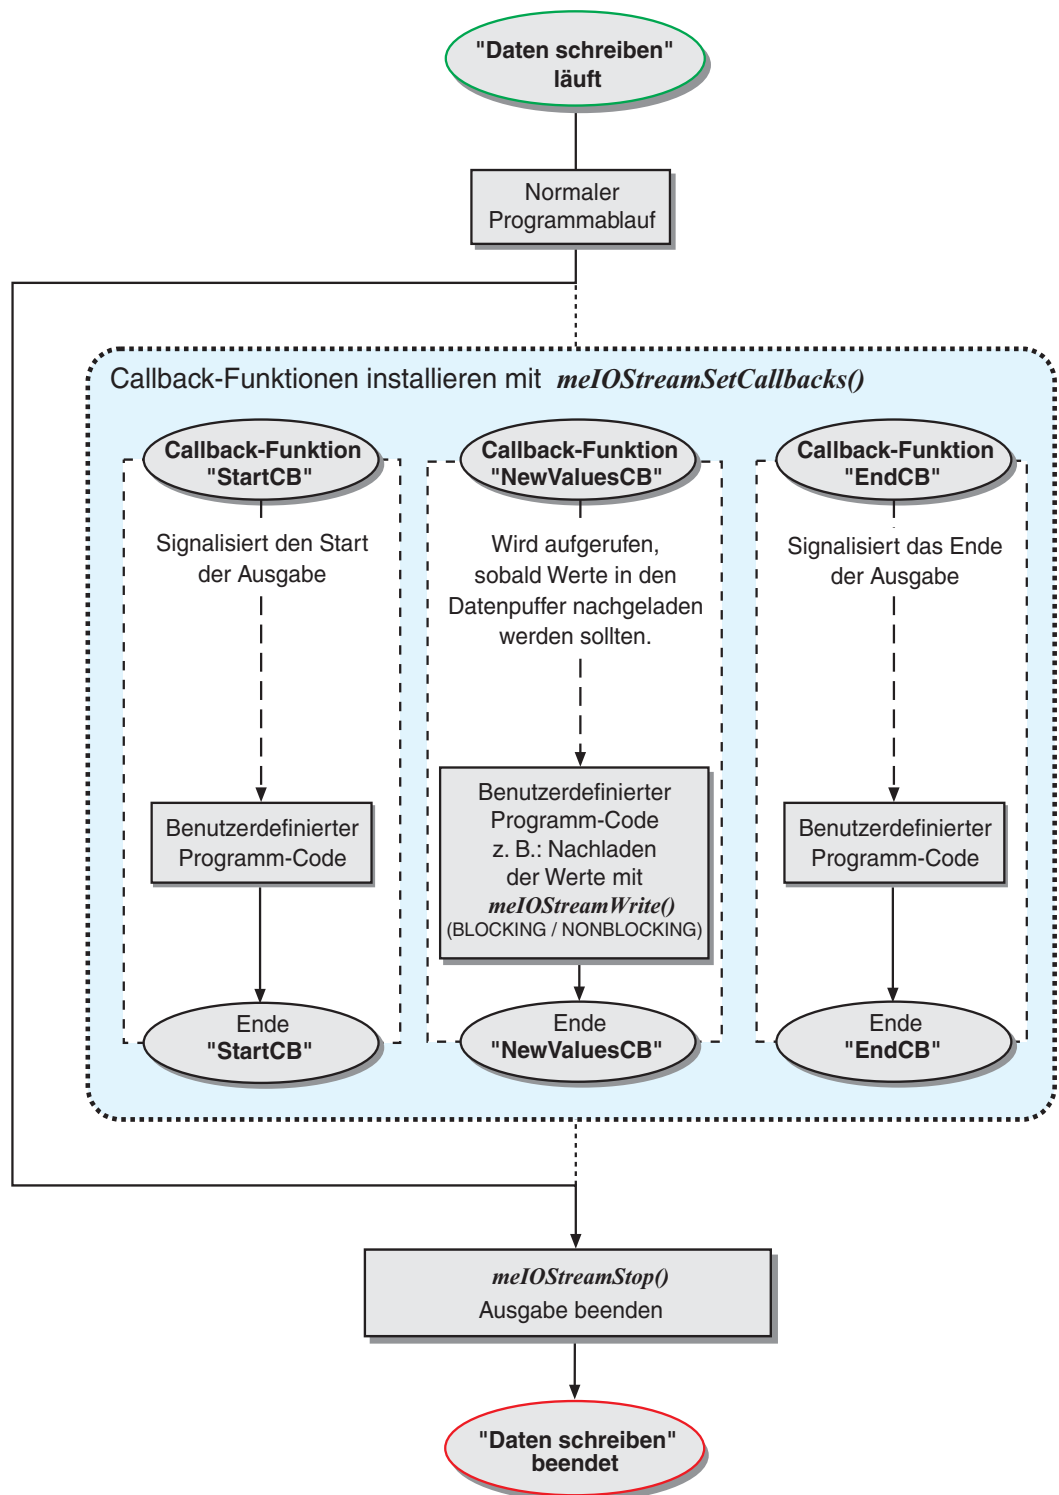

Abb. 28: Daten schreiben mit Callback-Funktion
- b. Die Ausgabe erfolgt im Hintergrund im Rahmen einer benutzerdefinierten Callback-Funktion. Bei Bedarf können Sie mit der Funktion `meIOStreamSetCallbacks()` drei verschiedene Callback-Funktionen installieren, die beim Start, während oder nach der Ausgabe aufgerufen werden. Siehe Abbildung 28 auf Seite .83.